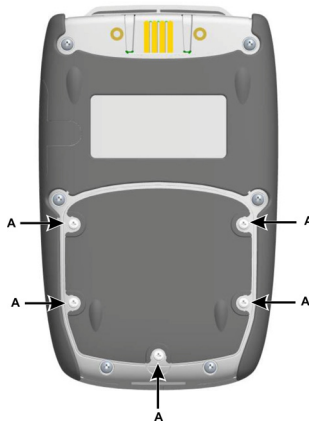

Abbildung 1: Rückansicht
1. Entfernen Sie die fünf Pozidriv-Schrauben (A) (siehe Abbildung 1, Rückansicht).